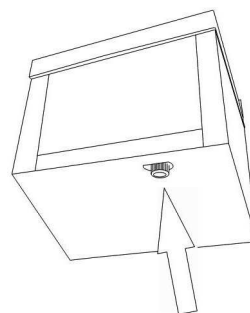

Abb. 4
- Das Kalt-/Warmwasser- Mischverhältnis wird mit der Regulierschraube (Abb. 4) vorgenommen.